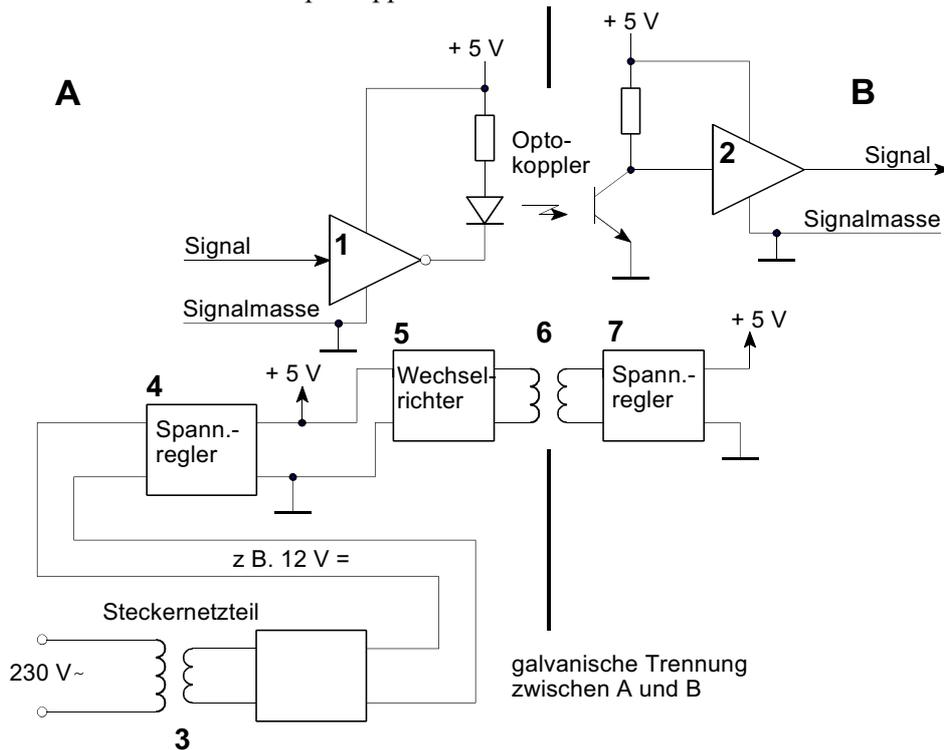

Abbildung 8.58 Zur Wirkungsweise des Optokopplers
- a) Repeater mit unvollstandiger Trennung (2-Port oder 2-of-3 Ground Isolation). Die Spannungsversorgung der Seite A hat Verbindung mit Erde und Signalmasse. 1 - Erdverbindung der Spannungsversorgung; 2 - auf Seite A konnen Erdpotentialdifferenzen zwischen Gerat und Repeater zum Stromflu uber die Masseleitung fuhren (Erdschleife). 3 - die Spannungsversorgung von Seite B ist vom Erdpotential galvanisch getrennt. Diese Auslegung ist etwas kostengunstiger. Beispiel: in der Konfiguration von Abbildung 8.58 ist Position 3 ein gewohnliche Steckernetzteil und Position 4 ein Linearregler. Solche Repeater sind ohne weiteres dann einsetzbar, wenn sie an den Netzstromkreis des Gerates A angeschlossen werden konnen (z. B. Anordnung in unmittelbarer Nahe des Computers).